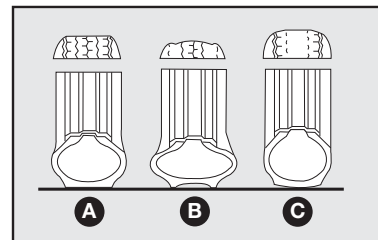

fig. 21
**Um pneu com pressão abaixo do especificado se aquece excessivamente quando em utilização continuada, isso poderá provocar danos aos pneus ou até mesmo o seu estouro. Mantenha sempre os valores de pressão indicados neste manual. Uma pressão errada provoca um desgaste anormal dos pneus fig. 21.**
**Uma pressão errada provoca um desgaste anormal dos pneus fig. 21.**